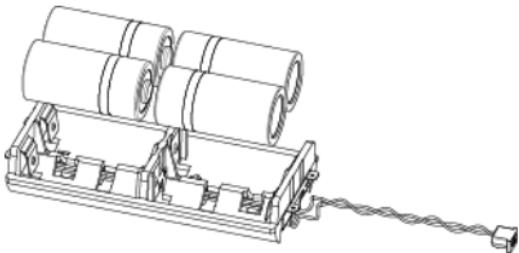

Figure 11
- Insérez les piles neuves en respectant les polarités (*reportez-vous à la Figure 11*).
2. Ouvrez le couvercle du compartiment à piles et déconnectez le câble des piles (*voir Figure 11*).